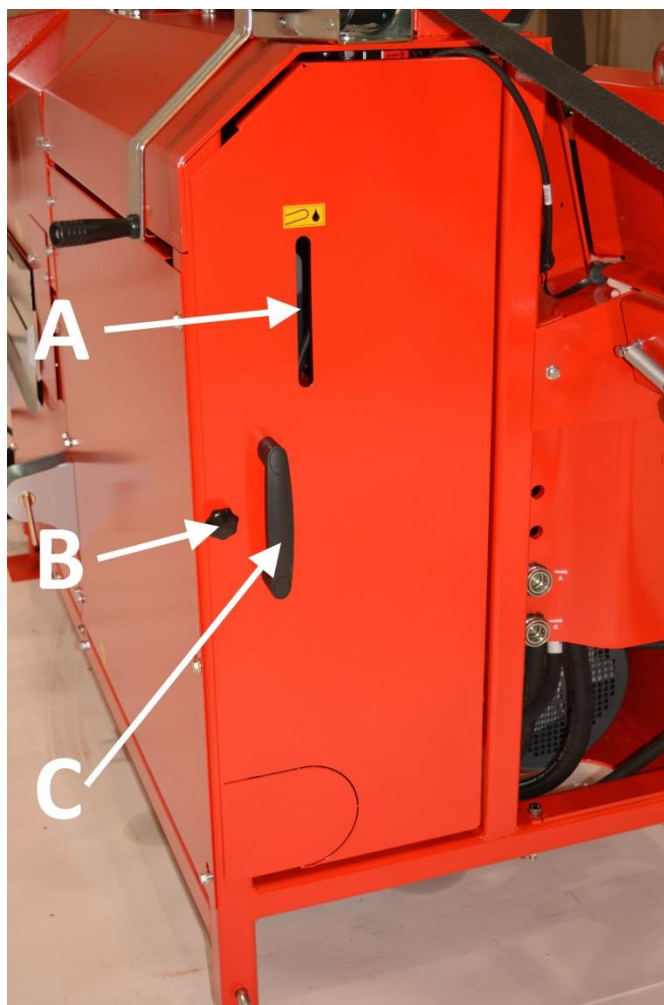

Bild 55.
Du kan kontrollera mängden sågkedjeolja genom hålet A (bild 55).
1. Lossa fästskruven B och öppna skyddet med hjälp av handtaget C (bild 55).